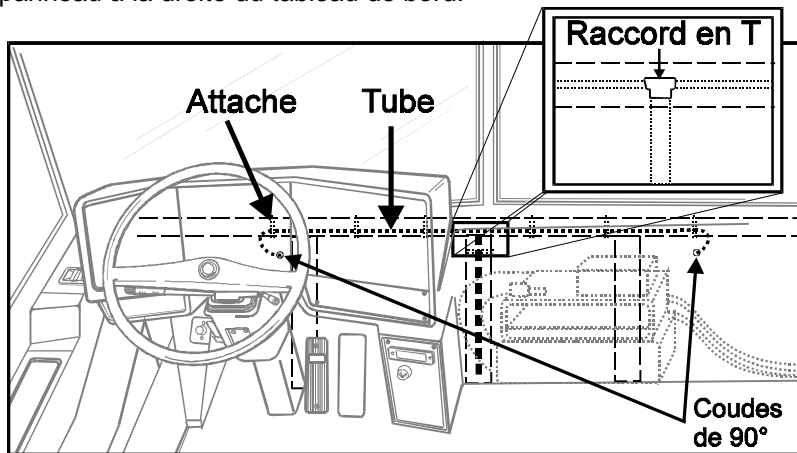

FIGURE 1: ENVIRONNEMENT CHAUFFEUR D'UN VÉHICULE H3
1. Afin d'atteindre les tubes pour le lave-glaces, enlever le panneau droit du tableau de bord (Fig. 1 & 2).